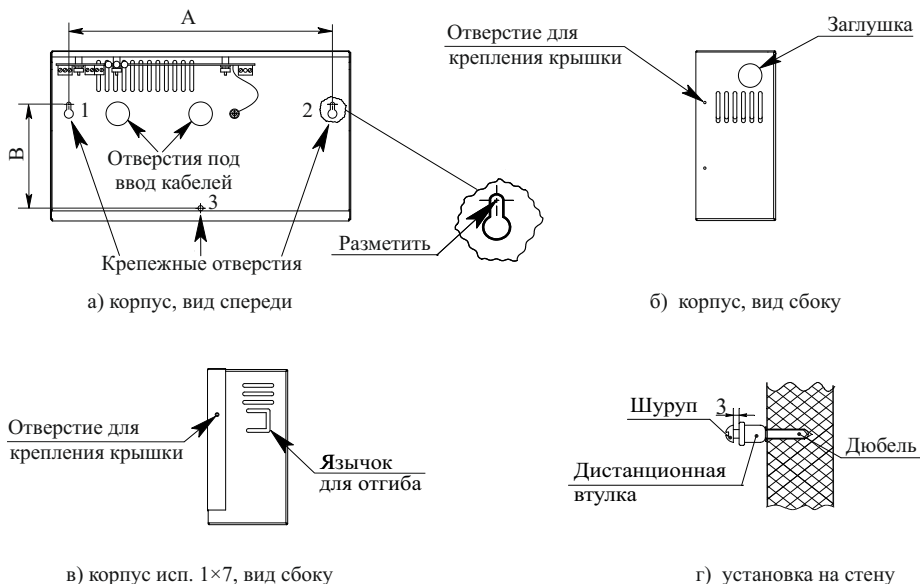

Рисунок 1
а) разметить в месте установки точки крепления через крепежные отверстия в корпусе источника (рисунок 1, а). Размеры, указанные на рисунке 1, а:
б) просверлить три отверстия $\varnothing 6$ мм (под шуруп 4×45), или $\varnothing 8$ мм (под шуруп 6×40 или 6×80) (рисунок 1, а), и вставить в них дюбели, установить дистанционные втулки и ввернуть шурупы (рисунок 1, г) через крепежные отверстия 1 и 2;
- через отверстия находящиеся на задней стенке корпуса (рисунок 1, а);
- через отверстие находящееся на боковой стенке корпуса, предварительно выдавив заглушку подходящим под диаметр заглушки инструментом (рисунок 1, б) (для исп. 2×7 , исп. 2×12 , исп. 2×17 , исп. 2×40). При необходимости возможна установка проходного изолятора проводов (в комплектность не входит);
– через отверстие находящееся на боковой стенке корпуса, предварительно отогнув язычок внутрь корпуса до конца (рисунок 1, в) (исп. 1×7);
г) повесить источник на шурупы в крепежных отверстиях 1 и 2 (рисунок 1, а). Ввернуть шуруп через дистанционную втулку в крепежное отверстие 3 (рисунок 1, г). Зафиксировать корпус, закрутив шурупы до упора;
д) при необходимости, крышку корпуса закрепить саморезами, входящими в комплектность, через отверстия, находящиеся на боковых стенках корпуса (рисунок 1, б, в).